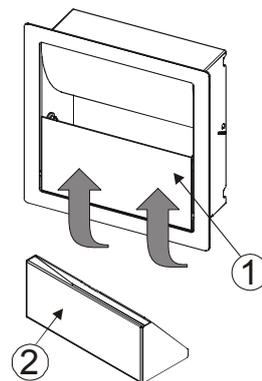

Рисунок 4– Емкость для жидкости
Емкость (2) легко извлекается из места своего расположения: достаточно поднять находящуюся внизу створку (1), располагающуюся внизу и вынуть емкость (См. рис.4).